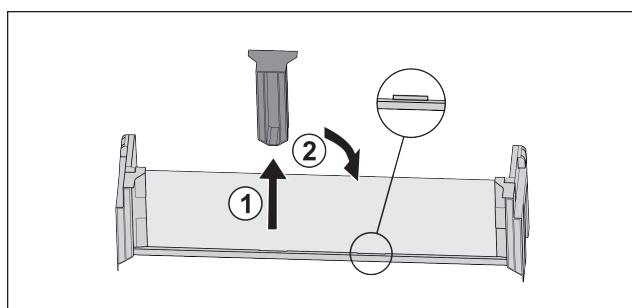

Fig. 23
▶ 拉出中间的定位件 Fig. 23 (1)。
▶ 将中间的定位件插入第二个位置 Fig. 23 (2)。